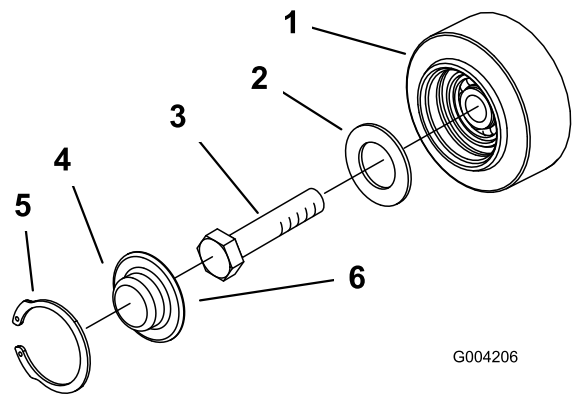

Bild 49
3. Nehmen Sie den Sprengring und die Kappe vom Straßenrad ab (Bild 49).
4. Prüfen Sie das Schmiermittel unter der Kappe und um die Dichtung (Bild 49). Wenn es schmutzig, körnig oder verbraucht ist, entfernen Sie das gesamte Schmiermittel, wechseln Sie die Dichtung aus und fügen Sie neues Schmiermittel hinzu.